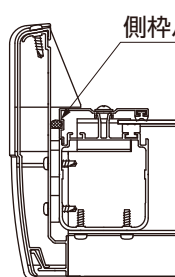

図8-14
- ① 端部垂木と側桢のすき間に側桢バッカー材A (φ8×L3000) を挿入してください。(図8-14参照)